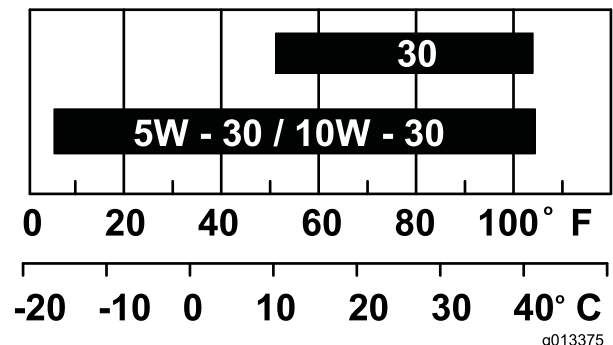

Figure 45
**Remarque:** Utilisez de l'huile SAE 10W-30 pour usage général. Vous pouvez utiliser les autres viscosités d'huile indiquées dans le tableau lorsque la température moyenne dans votre région correspond à la plage indiquée (Figure 45).